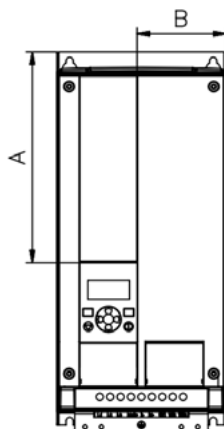

Figura 3.11: Dimensões do Praxi 20, MI4 - 5 Local de Exibição
- Desconecte os filtros-RFI do chão levantando os jumpers de suas posições padrão. Veja Figura 3.11